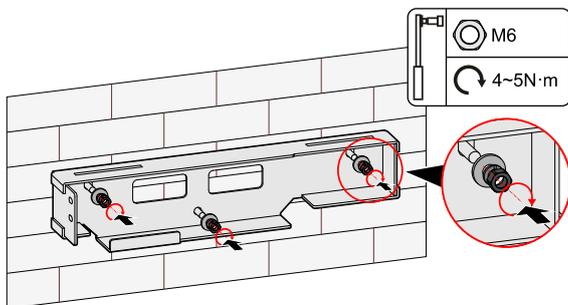

Figura 3-22 Fissare la staffa di installazione a parete
1. Fissare la staffa di installazione a parete, come illustrato in Figura 3-22.